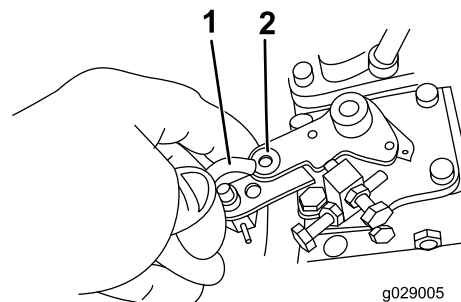

図 5
2. ソレノイドストップアームをエンジン停止レバーから外す 図 5。
3. 取り外したワッシャは廃棄する 図 5。